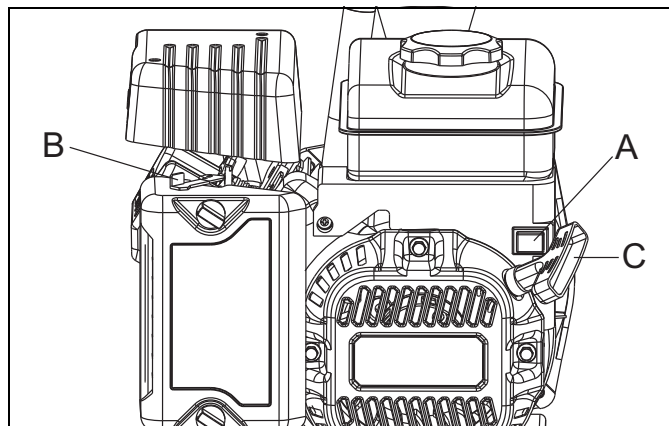

Figure 5-3. Mise en marche de la pompe à eau de modèle CW15
1. Placez l'interrupteur du moteur (A) à la position « ON » (« MARCHÉ ») (Figure 5-3).
2. Placez le levier d'étrangleur (B) à la position « CHOKE » (« ÉTRANGLEMENT »).
3. Maintenez l'appareil immobile au moment de tirer sur la poignée de démarrage (C).